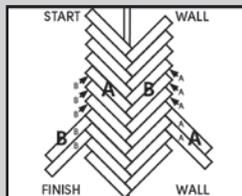

Fig. 7
8. Comience en la «pared de finalización» y deslice la junta final de un tablón «B» hacia el lateral de un tablón «A». Vuelva a deslizar el tablón «B» hacia el final del tablón «A» en un ligero ángulo hasta que quede firme (Fig. 7).
Nota: Si hay alguna desviación de la línea central, el producto se puede mover hacia atrás y hacia adelante sobre el suelo (Fig. 7).